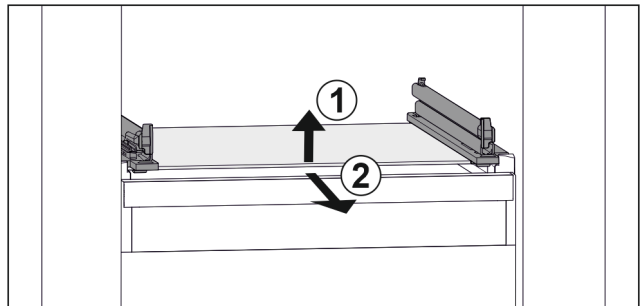

Fig. 47 Exemple de représentation de la tablette en verre
- Soulever la tablette en verre par l'avant. Fig. 47 (1)
- Retirer la tablette en verre par l'avant. Fig. 47 (2)